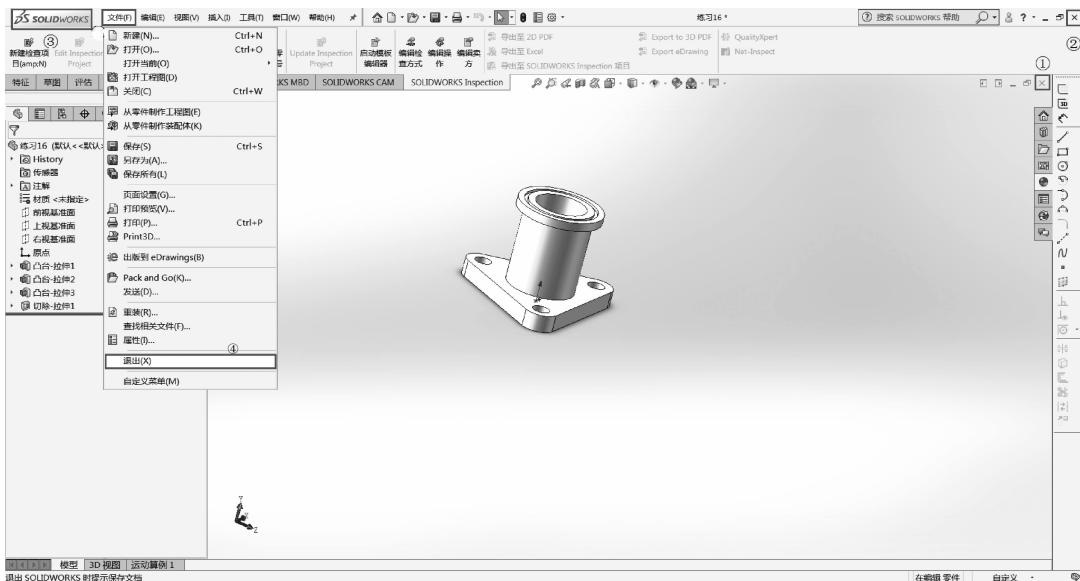

图 1-16 关闭文件和退出 Solidworks
关闭文件的方法是单击绘图区右上角的【关闭】按钮 \times ，如图 1-16 中的①所示；或者按组合键【Ctrl+W】。
退出 Solidworks 的方法是单击窗口右上角的【关闭】按钮 \times ，如图 1-16 中的②所示；或者单击窗口左上角的徽标按钮 SOLIDWORKS ，如图 1-16 中的③所示；或者选择【文件】|【退出】命令，如图 1-16 中的④所示。